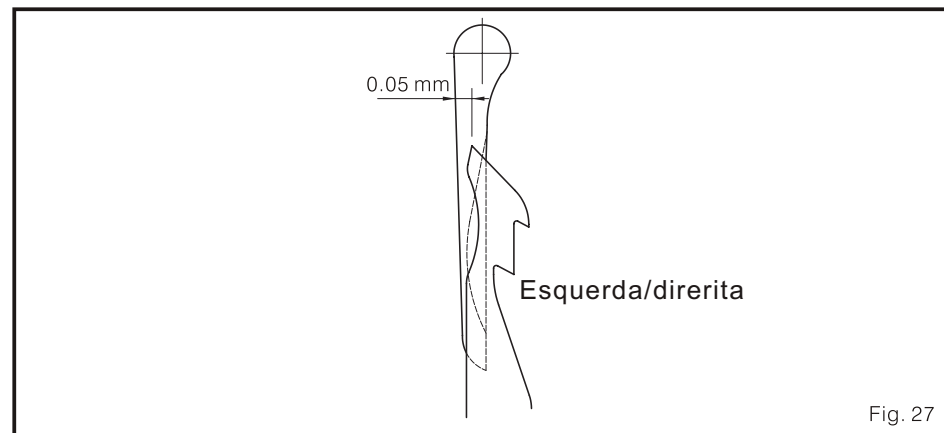

Fig. 27
- (1) Quando a agulha fique no ponto morto superior, e o looper esteja no ponto morto dianteiro, A posição esquerda/direita da faca móvel é de 0.5 mm em frente ao lado esquerdo do looper. (Fig. 27)